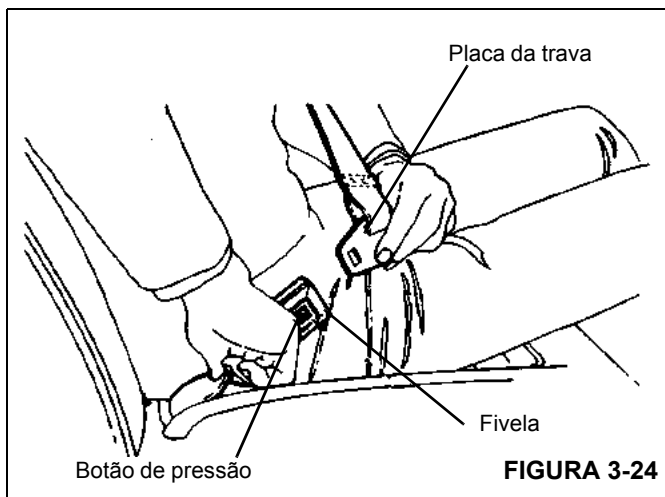

FIGURA 3-24
2. Puxe o cinto por cima do colo e fixe a placa de trava na fivela até que esta se encaixe (Figura 3-24).